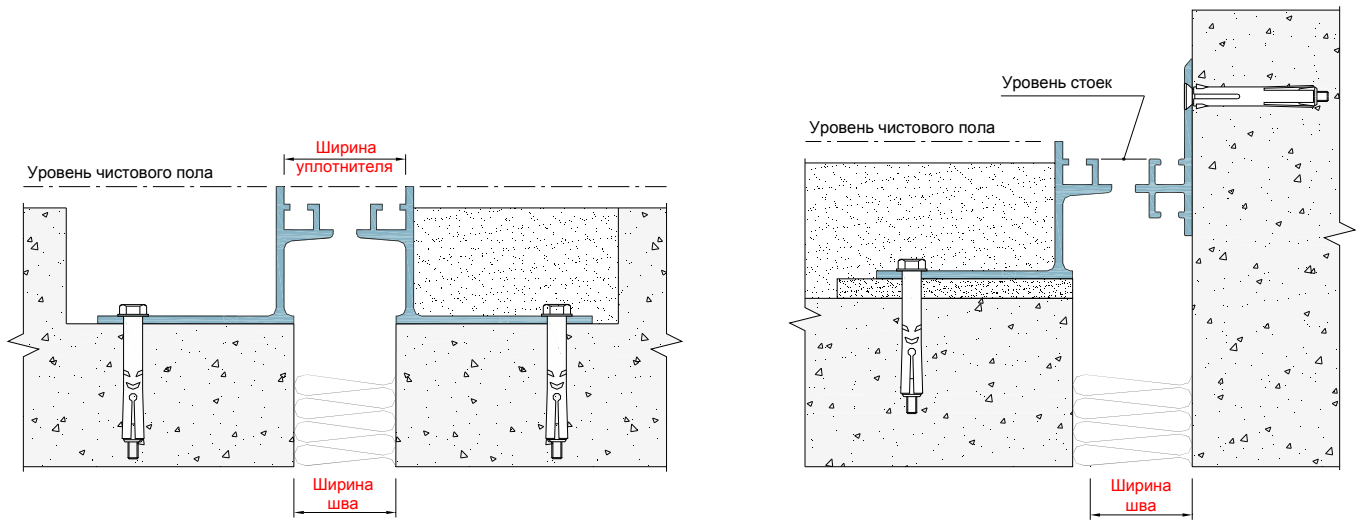

Рисунок 6 Заливка черновой/чистой стяжки.
⑤ Проверти уровень алюминиевых стоек и расстояние между ними. Выполните заливку черновой/чистовой стяжки (Рисунок 6).